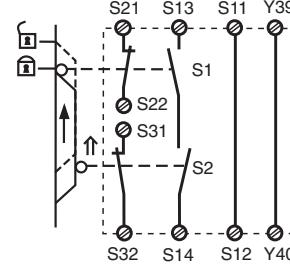

Fig. 7: Schutztürsteuerung zweikanalig,
- Fig. 7: Automatischer Start bei Schutztürsteuerung: Das Gerät ist bei geöffneter Schutztür über den Startkreis S13-S14 startbereit. Nach Schließen der Eingangskreise S11-S12, S21-S22 und S31-S32 werden die Sicherheitskontakte geschlossen.
- Fig. 7: Automatic reset with safety gate control: with the safety gate open the unit is ready for operation via reset circuit S13-S14. After closing the safety input circuit S11-S12, S21-S22 and S31-S32 the safety contacts will close.
- Fig. 7: Réarmement automatique en cas de surveillance protecteur: lorsque le protecteur est ouvert, le circuit S13-S14 se ferme et le relais est prêt à fonctionner. Dès la fermeture des canaux d'entrée S11-S12, S21-S22 et S31-S32, les contacts de sortie du relais se ferment.